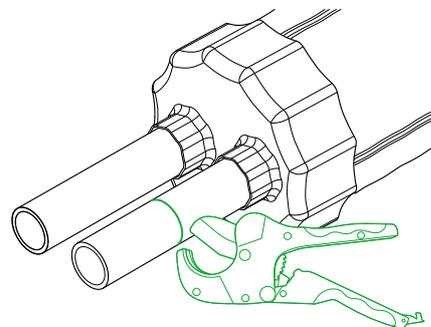

Рис. 4.6.2
2. Перед монтажом, при работе с трубой ИЗОПРОФЛЕКС–95 Тандем, необходимо обрезать одну напорную трубу перпендикулярно продольной оси на расстоянии 90 – 140 мм от торца теплоизолирующего слоя (рис. 4.6.2).